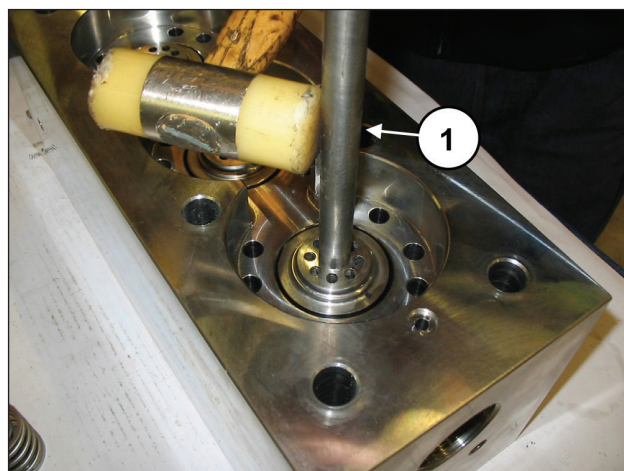

图 104
如果阀座由于形成水垢或氧化物而被阻塞在阀头上，则必须通过将专用工具 (代码034300020) 插入排出孔 (①, 图 104) 中来释放阀座。